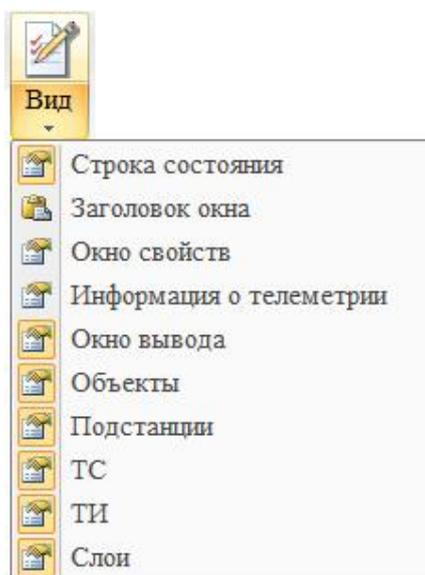

Рисунок 204 – Команда **«Вид»**
**Команда «Вид»** позволяет показать/скрыть прикрепляемые окна и заголовок окна. Чтобы показать/скрыть прикрепляемые окна используются команды из выпадающего меню команды **«Вид»** (рисунок 204).